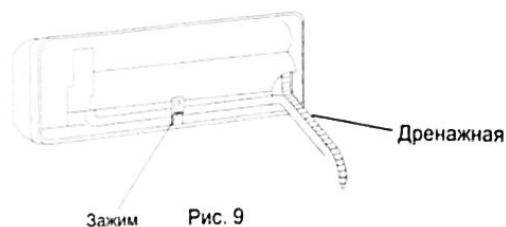

Рис. 9
2. Подключение левой обратной трубки (похожей на левую нижнюю трубку) является опциональным. Обратитесь к Рис. 9.
2. График (справа) для установки сливного шланга. Обратитесь к Рис. 9.